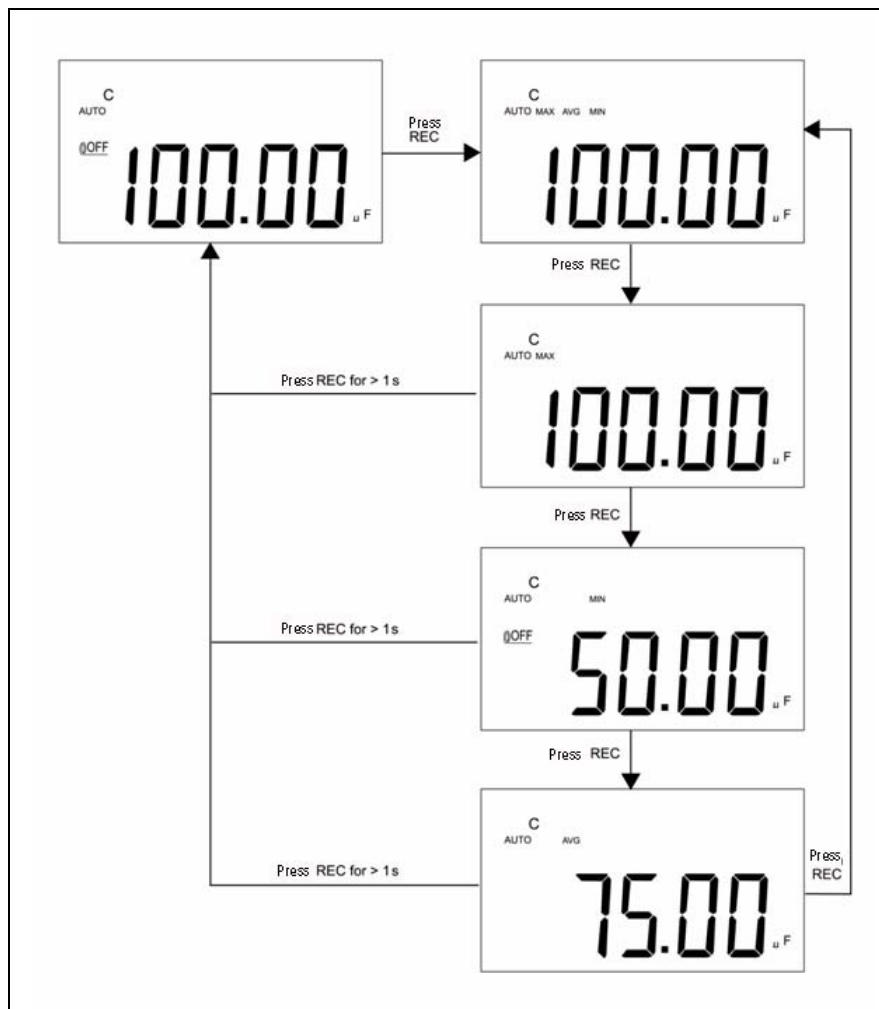

図2-1 許容範囲モードの操作
- 2 このキーを短く押して、最大値、最小値、平均値、現在の読み値を順次表示します。どの値が表示されているかを示すために、**MAX, MIN, AVG, MAX AVG MIN**インジケータがそれぞれオンになります（図2-1を参照）。